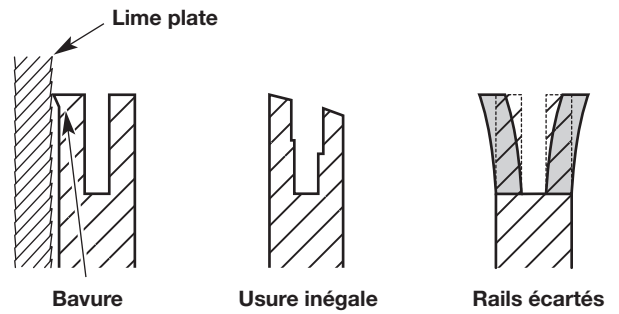

Fig. 46
3. Vérifiez fréquemment la tige de guidage afin d'y détecter des signes de dommages (Fig. 46). L'usure irrégulière et l'ébarbage des rails de guidage (les nervures de chaque côté de la rainure de la tige) sont des processus normaux d'usure de la tige de guidage. Ces défauts doivent être limés dès qu'ils se produisent (Fig. 46). Une tige de guidage avec les défauts suivants doit être remplacée :